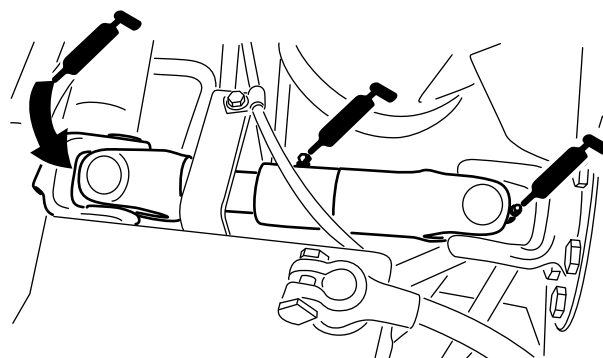

Figura 27
- Giunto ad U del semiasse fra motore e pompa (3) (Figura 27)